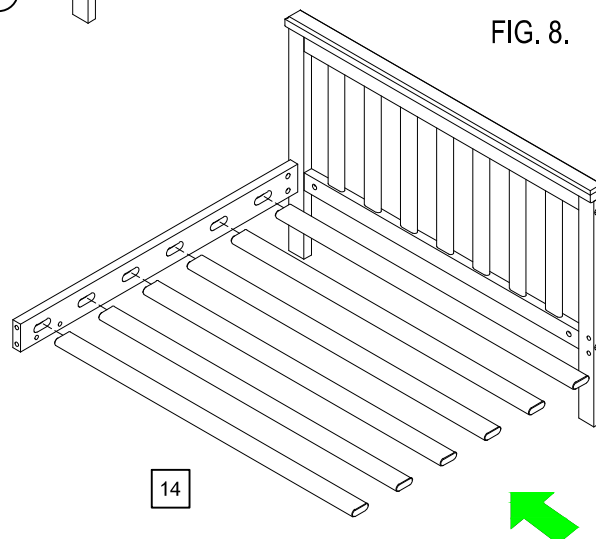

FIG. 8.
- Insérez la latte transversale (14) dans le barre latérale droit comme indiqué sur la FIG.8.